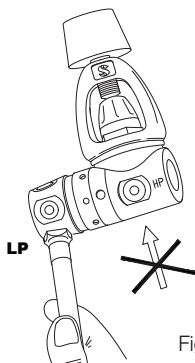

Fig. 1
Conectați furtunul de joasă presiune (LP) al supapei de umflare la un port LP liber, care trebuie să aibă același fir (fig. 1).